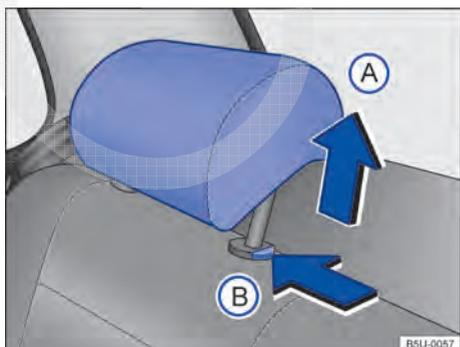

Fig. 68 Ajustar o apoio para cabeça traseiro.
- Empurrar o apoio para cabeça para cima na direção da seta → Fig. 68 (A) ou com a tecla → Fig. 68 (B) pressionada, empurrar para baixo → ▲ em *Introdução ao tema* na página 79.